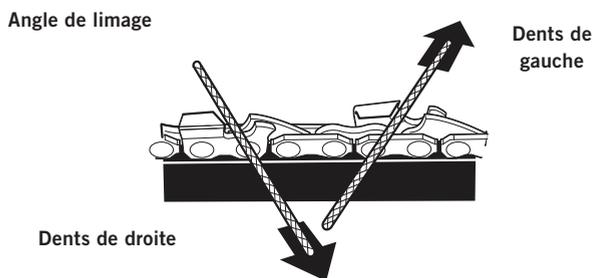

Fig. 33
- c. Limez en direction du coin avant de la dent (Fig. 33). Soulevez la lime du métal à chaque retour. Limez uniquement lors du passage avant.
- e. Limez toutes les dents de gauche dans une direction (Fig. 33). Passez de l'autre côté de la chaîne et limez toutes les dents de droite dans la direction opposée (Fig. 33).